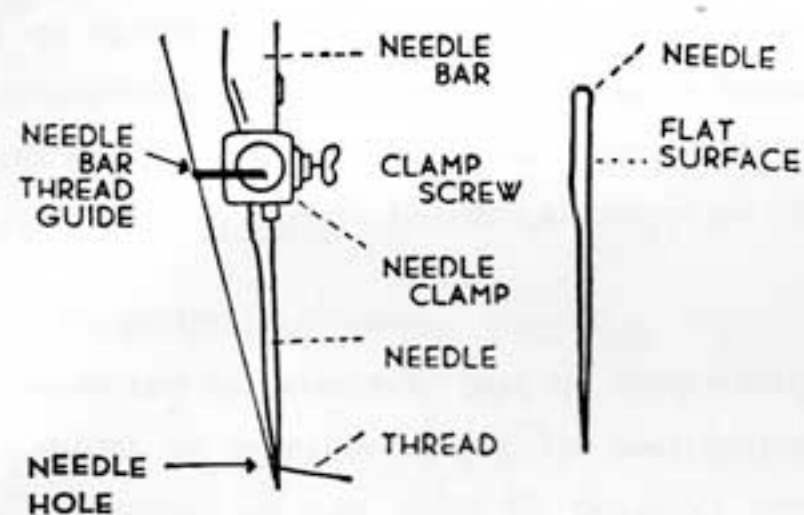

Fig. 14
2. Hold the needle in the left hand with the point down, and insert the needle up into the needle clamp as far as it will go, with its flat surface to the right; then retighten the clamp screw (Fig. 14).
Draai het vliegwiel naar U toe-tot de hoogste stand. Draai naaldklem los. Met de linkerhand de naald (met de punt naar beneden) in de klem steken, zo hoog mogelijk—altijd de platte kant van de naald naar rechts (fig. 14). Naaldklem vastzetten.